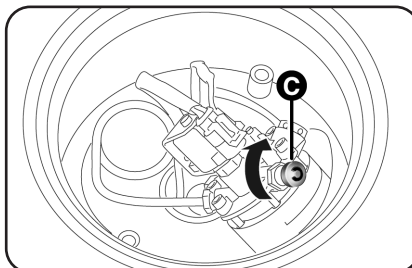

fig. 3
- chiudere il rubinetto del GPL ruotando, in senso orario, la ghiera zigrinata C-fig. 3;